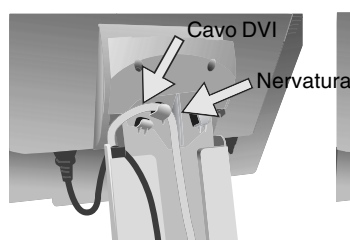

Figura C.3
6. Inserire il cavo DVI e il cavo di alimentazione nei ganci specifici indicati nella **figura C.3**.